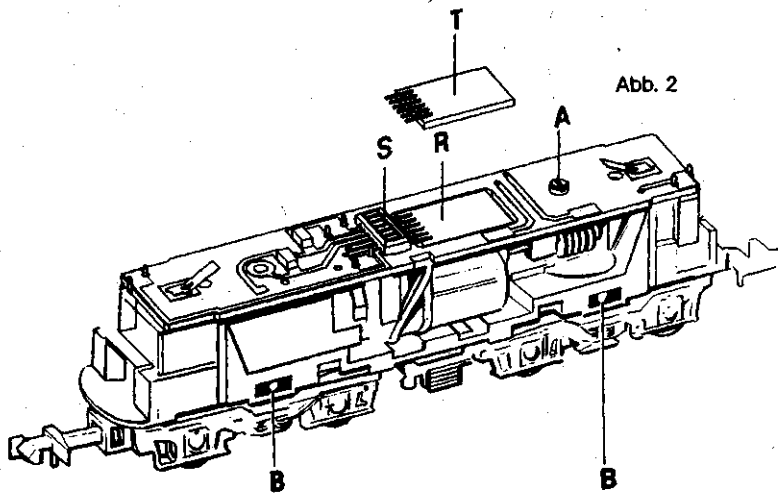
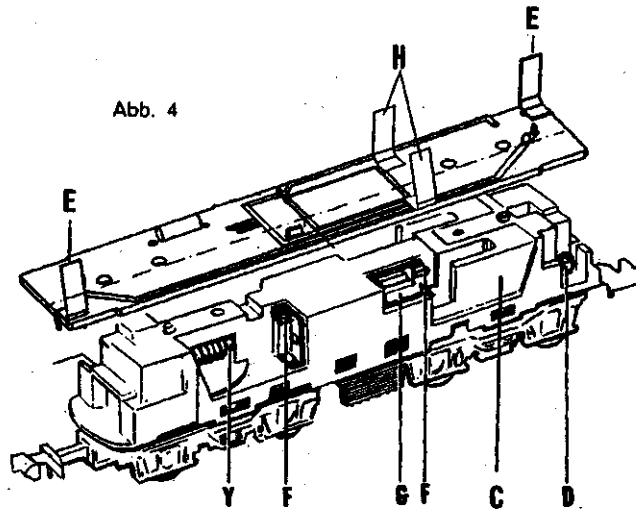

Abb. 2
Abb. 4
Schraube A (Abb. 2) lösen, die Schaltungsplatine wegklappen. Lämpchen D seitlich aus dem Fahrgestellkörper herausnehmen und austauschen. Beim Aufsetzen der Schaltungsplatine darauf achten, daß Kontaktfedern E gut am Lötstift der Lämpchen anliegen, und Kontaktfedern H an der freien Seite des Motors.
Motor austauschen (Abb. 4)
Austausch der Drehgestelle (Abb. 2)
Einbau des SELECTRIX-Fahrzeug-Decoders 66830 (Abb. 2)
Replacement of bulbs (Fig. 4)
Undo screw A (Fig. 2) and lift off printed circuit (Fig. 4). Remove bulbs D from body and replace. When re-assembling the loco ensure good contact 1) between bulbs and contact strips E and 2) between contact-strip H and the motor (cables to go on the outside across H).
Replacement of motor (Fig. 4)
Take out motor and replace worn brushes in accordance with Fig. 4 (L-M-N). Do not lose the tiny pressure springs when removing brush retaining clips (L). Ensure that contact-strip with bent contact-spring is correctly re-positioned to avoid reversal of direction of travel.
Replacement of bogies (Fig. 2)
Installing SELECTRIX vehicle decoder 66830 (Fig. 2)
Remplacement des ampoules (fig. 4)
Changement du moteur (fig. 4)
Echange des boggies (fig. 2)
(fig. 2)